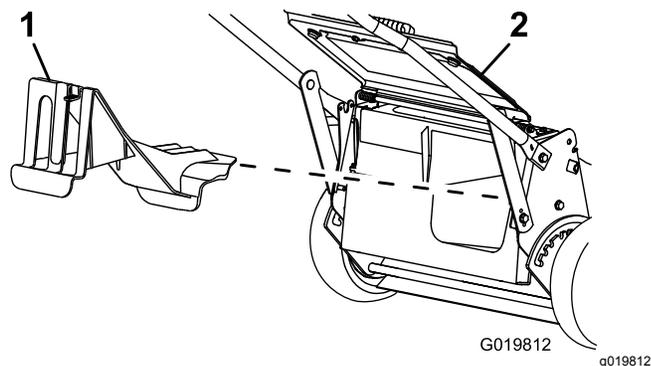

Figura 23
- Se il coperchio di scarico posteriore non è installato, afferratelo dalla maniglia, sollevate il deflettore posteriore e inseritelo nel condotto di scarico posteriore fino a bloccare il fermo in posizione; vedere Figura 23.
2. Rimuovete il coperchio di scarico posteriore abbassando il fermo con il pollice ed estraendo il coperchio dalla macchina (Figura 23).